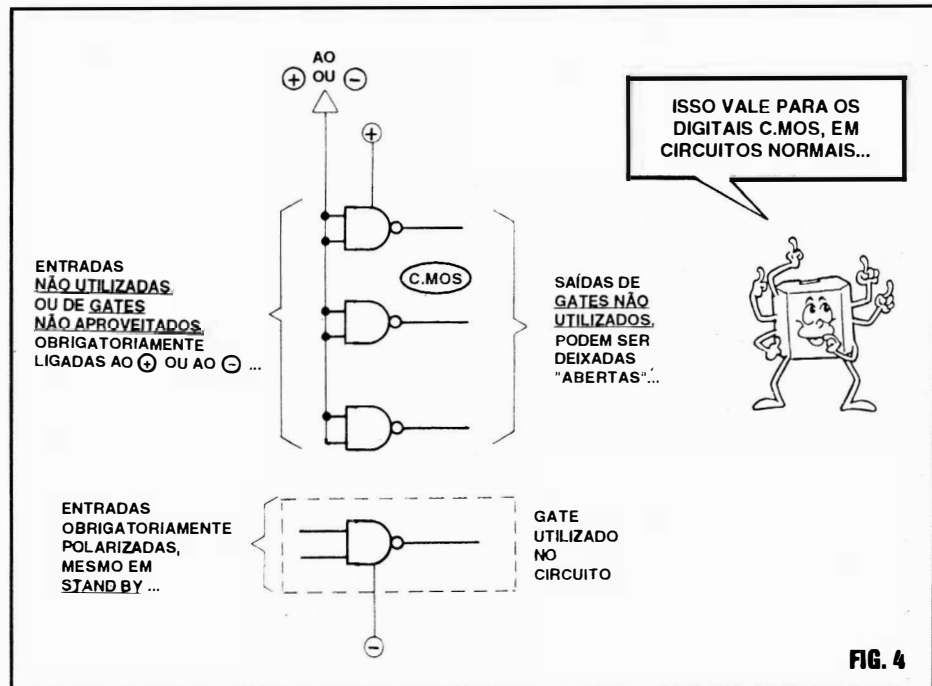

FIG. 4
**- FIG. 4 - OS CUIDADOS COM AS ENTRADAS C.MOS, NA CONCEPÇÃO DOS CIRCUITOS** - Esse assunto foi mencionado na parte Teórica da presente “Aula”, mas vale ampliá-lo, pela importância que tem, em termos práticos... Justamente pela elevadíssima impedância já atribuída às Entradas C.MOS (e bota “elevadíssima” nisso...) se uma dessas ditas Entradas ficar “solta”, “aérea”, sem conexões, num circuito, tudo se passará (eletricamente falando...) como se ela estivesse ligada a um